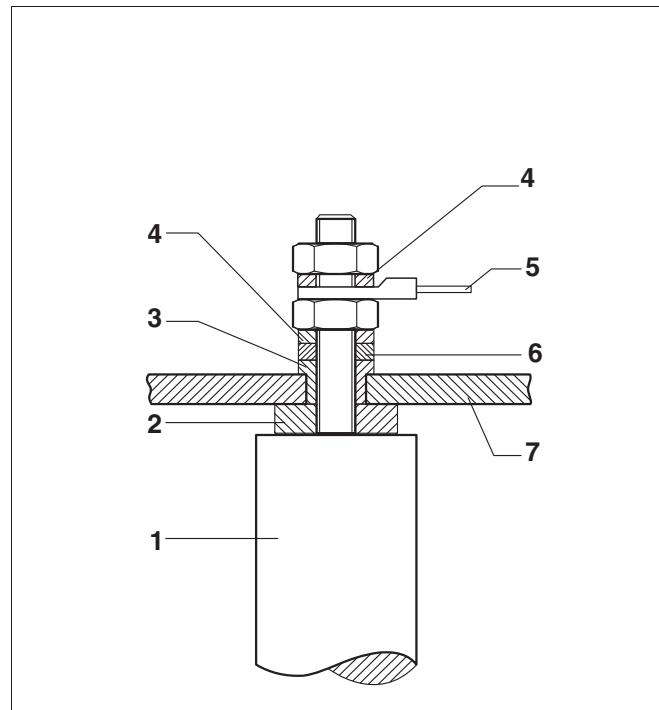

Рис.11 Подключение магниевого анода
- ▶ При небольшом расстоянии до потолка замените твёрдый магниевый анод (рис. 11) на цепной анод Ø 33 x 1500 мм (артикул №: 5592186).